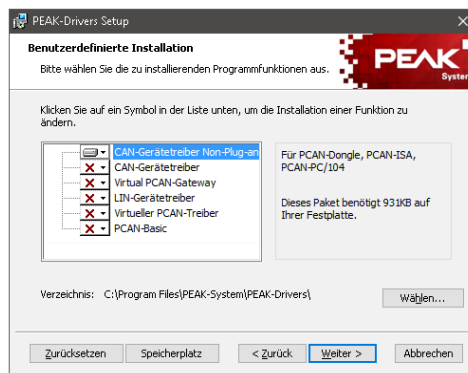

Abbildung 1: Treiberauswahl im PEAK-Drivers Setup
5. Wählen Sie den **CAN-Gerätetreiber** ab und aktivieren Sie **CAN-Gerätetreiber Non-Plug-and-Play** (siehe Abbildung 1).